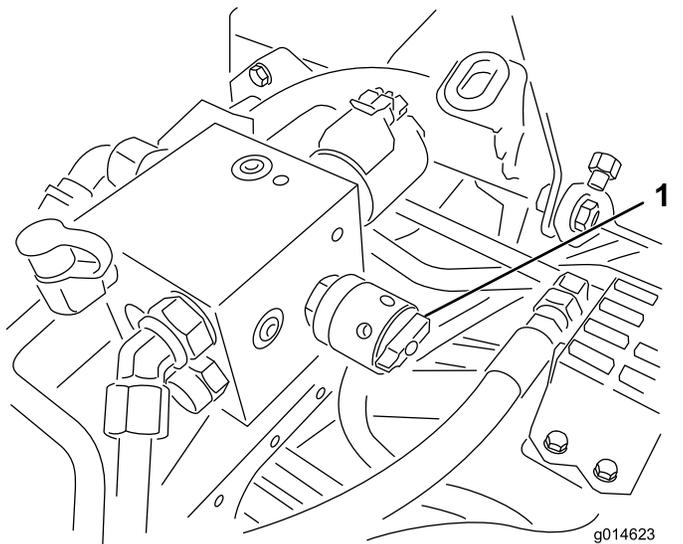

图53
4. 要调节滚刀的速度请旋转旋钮图53直至指示器箭头与在步骤3中确定的数字对齐。
6. 将滚刀速度控制杆旋转至设置 1 图53。